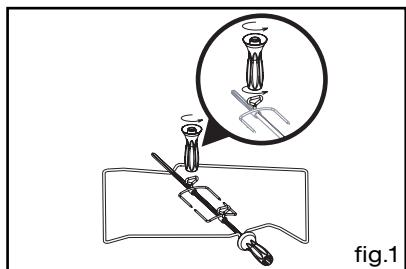

fig.1
- enfilez une des fourchettes sur la broche ; embrochez la pièce à rôtir ; enfilez la deuxième fourchette ; centrez et serrez en vissant les deux fourchettes à l'aide de la poignée (fig.1).
- Ouvrez complètement la porte et la bloquer à l'aide de deux butées rouges (fig.1).